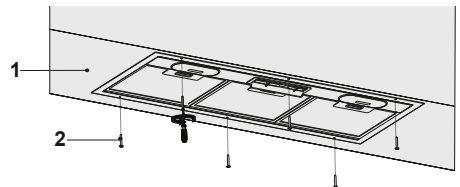

Abbildung 5
- Platzieren Sie die Abzugshaube im Küchenschrank und bringen Sie sie in den 4 vorgebohrten Installationslöchern (Abbildung 5).